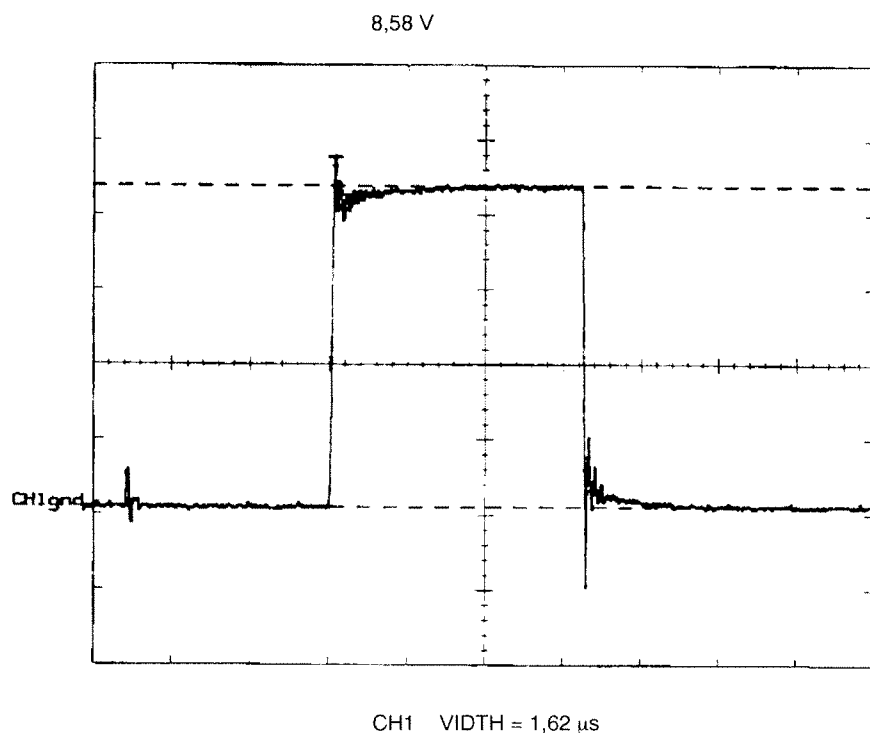

Bild 19.
- Mät pulsamplituden. Riktvärde $8\text{ V} \pm 1\text{ V}$. Se bild 19.